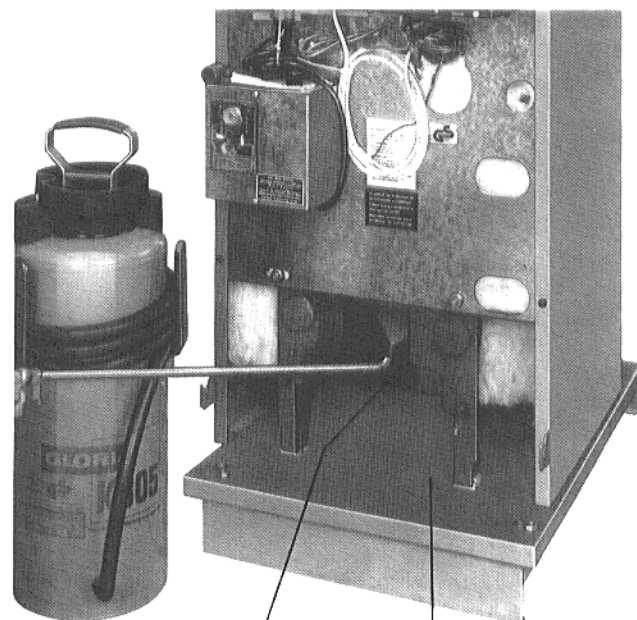

Fig. 15
- Spruzzare la caldaia dal di sotto (Fig. 15).